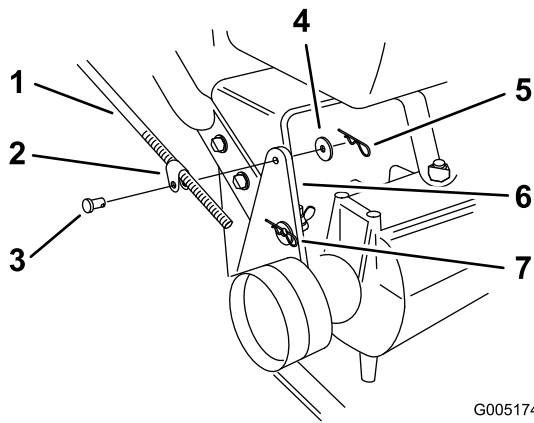

Bild 35
2. Prüfen Sie die Funktion. Entfernen Sie den Lastösenbolzen, die Scheibe und den Splint, mit denen das Anschlussstück der Schaltstange an der Spannscheibenhalterung befestigt ist, wenn eine Einstellung erforderlich ist (Bild 35).